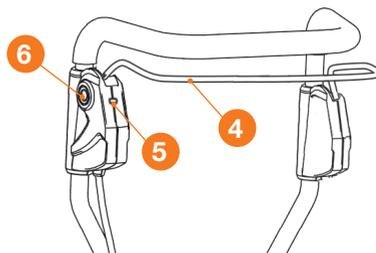

Рис. 6
- Нажатием кнопки **5** (Рис. 6), выберите необходимый режим работы культиватора.
- Нажмите кнопку блокировки включения **6** (Рис. 6).
- Продолжая удерживать кнопку блокировки включения **6**, прижмите скобу включения **4** двигателя к рукоятке (Рис. 6). Двигатель заработает и фрезы начнут вращение.
- Отпустите кнопку блокировки включения **6**, продолжая прижимать скобу включения **4** двигателя приступайте к работе (Рис. 6).